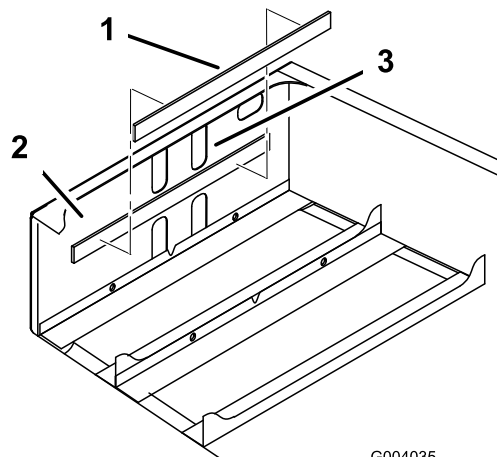

図 5
- バッテリーパッドの裏面についている接着シートをはがし、パッドを後フレーム前部の内側に貼り付ける図 5。
注 パッドは、フレーム前部についている上の穴2つ並んでいるの下から約 6 mm 下に取り付けてください図 5。